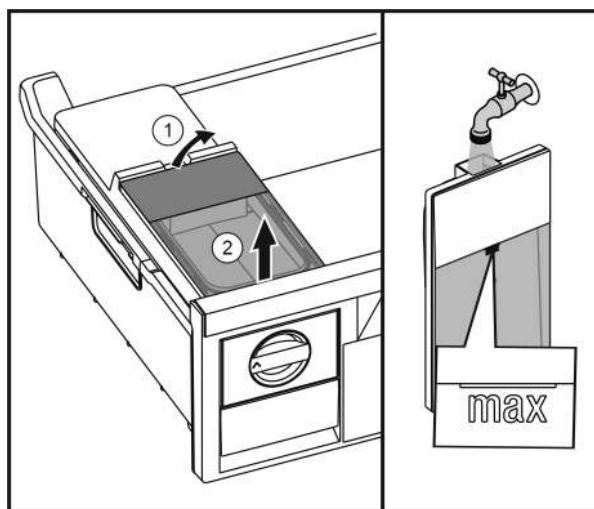

Fig. 38
- Поднять бак для воды сзади Fig. 38 (1) и извлечь движением вверх Fig. 38 (2).